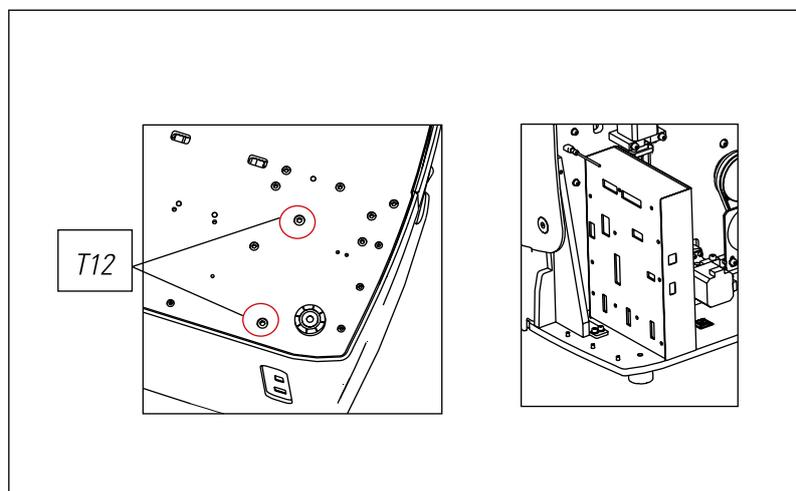

FIG. 29
- 3) Rimuovere le due viti (T12) con una brugola da 5 (Fig.29)